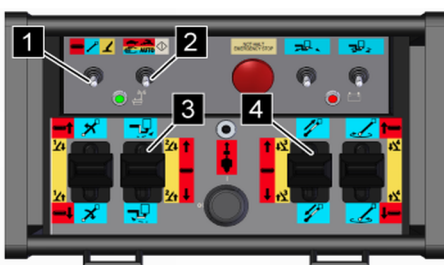

Fig. 97: Commande radio
3. ➤ Mettre l'interrupteur à bascule (Voir la Fig. 97/1) à gauche sur les [fonctions des chenilles] (rouge).
4. ➤ Mettre l'interrupteur à bascule (Voir la Fig. 97/2) au centre sur [vitesse rapide].
Voir la Fig. 97